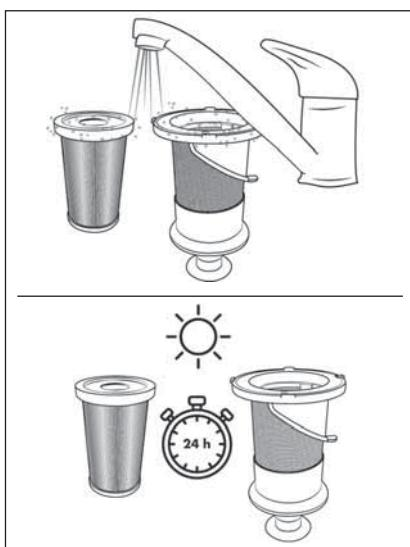

Fig. 20
- 5) Rincez le filtre HEPA ④ et le filtre en acier inoxydable ⑤ sous l'eau froide ou tiède. Laissez le filtre HEPA ④ et le filtre en acier inoxydable ⑤ sécher complètement à l'air avant de les replacer dans le bac à poussière ⑥ (voir fig. 20).
- Lors du nettoyage du filtre en acier inoxydable ⑤, faites attention à ne pas perdre la tubulure en caoutchouc située sur l'ouverture inférieure.